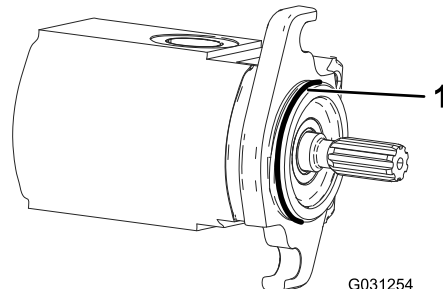

図 5
5. サイドプレートからグリスを注入する。グリスベントからグリスが漏れてくるまで入れること 図 5。